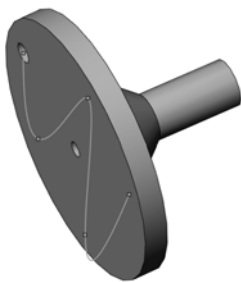
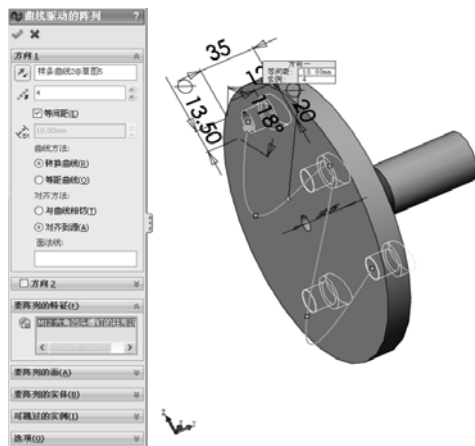

图 7-10 绘制样条曲线
图 7-11 “曲线驱动的阵列”属性管理器
(2) 绘制草图。选择菜单栏中的“工具”→“草图绘制实体”→“样条曲线”命令，绘制如图 7-10 所示的样条曲线，然后退出草图绘制状态。
(3) 执行曲线驱动阵列命令。选择菜单栏中的“插入”→“阵列/镜向”→“曲线驱动的阵列”命令，或者单击“特征”工具栏中的  (曲线驱动的阵列) 按钮，此时系统弹出如图 7-11 所示的“曲线驱动的阵列”属性管理器。
(4) 设置属性管理器。在“要阵列的特征”一栏中,用鼠标选择如图 7-10 所示拉伸的实体;在“阵列方向”一栏中,用鼠标选择样条曲线。其他设置参考图 7-11 所示。